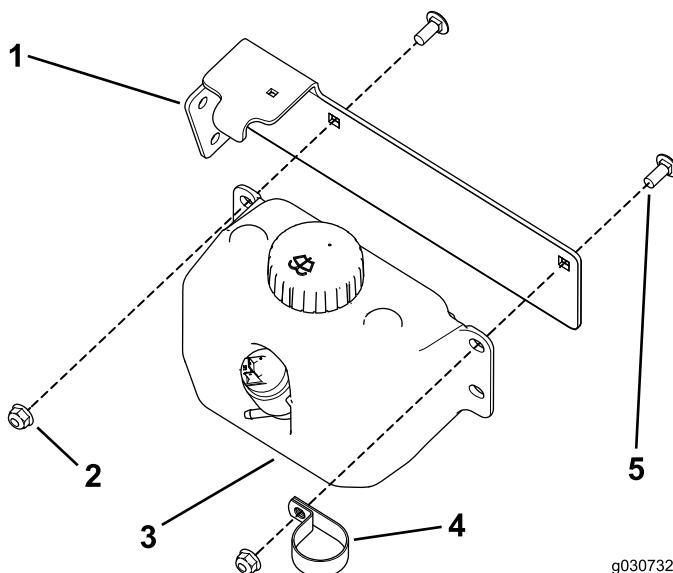

Bild 32
3. Befestigen Sie die Flasche der Scheibenwaschanlagenflüssigkeit und die R-Klemme mit den zwei Schlossschrauben und Sicherungsmuttern an der Behälterbefestigung (Bild 32).